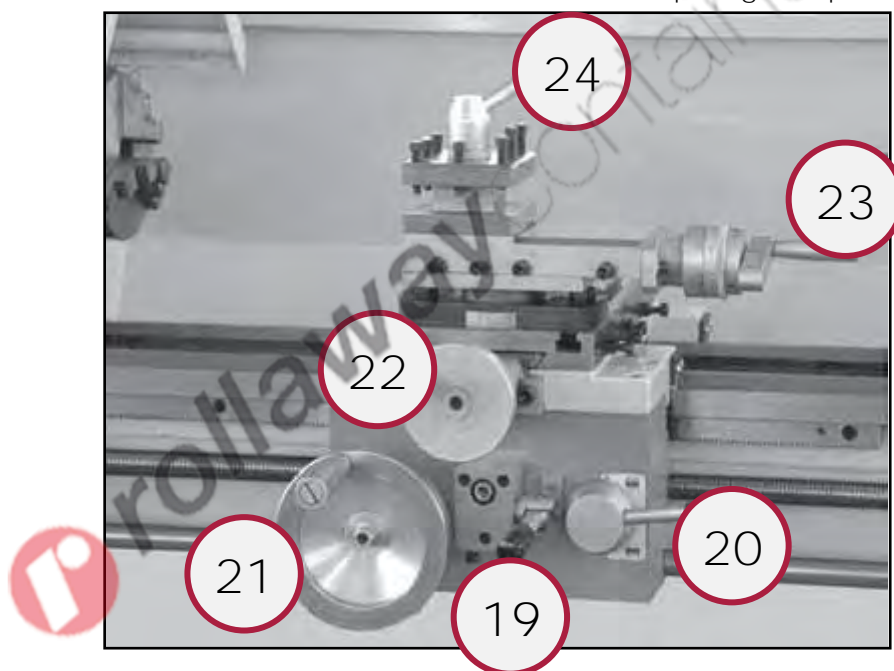

Figura 25 – Volantini e leve carrello.
5. Inserire l'utensile sulla torretta del carrello porta utensile, e fissarlo con l'apposita leva di bloccaggio (rif. 24 in Figura 25).
6. Regolare la posizione del carrello e delle slitte porta utensile, utilizzando le leve ed i volantini appositi (Figura 25).